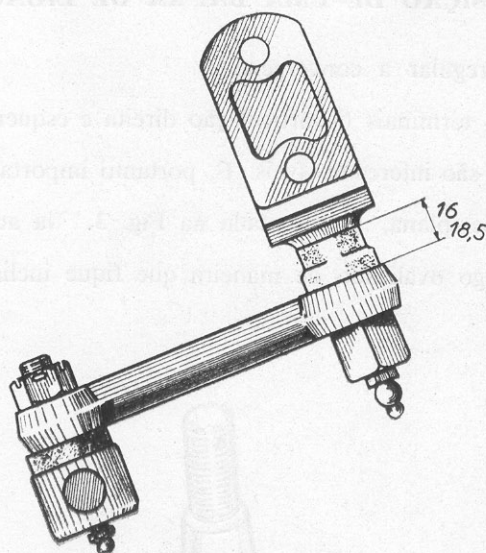

FIG. 4
- parafuse o prisioneiro do suporte, dentro da porca de articulação até o fundo, depois desparafuse uma volta e verifique a dimensão mostrada na fig.4 É necessária a livre ação do braço (16 a 18,5 mm).